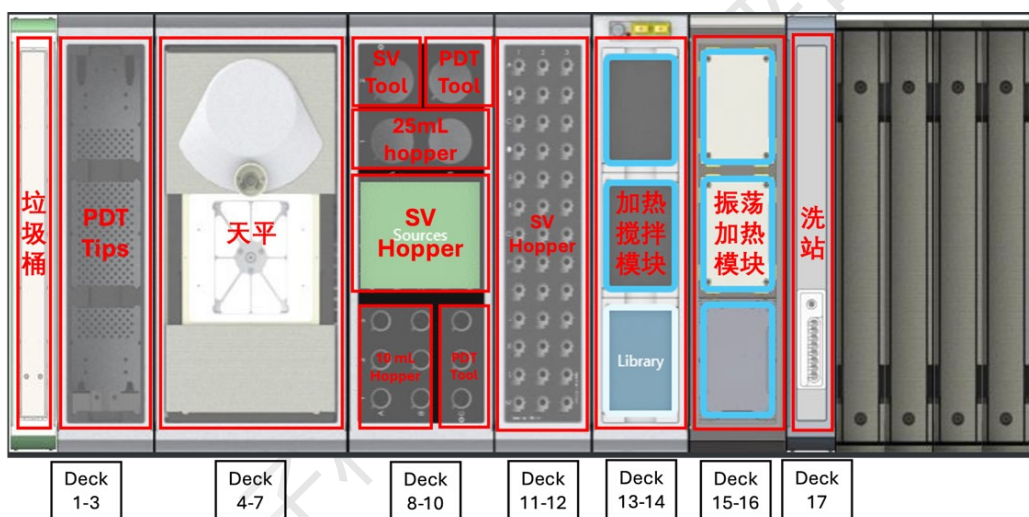

图 6-2-16
- d) 台面信息确认 (Configure Deck): 为已确定的实验步骤 Workflow 定义台面上的化合物的目标板位和源位置, 会按照默认顺序先后定义 Libraries 和 Sources。默认台面配置如图 6-2-16, 未标注为空位: